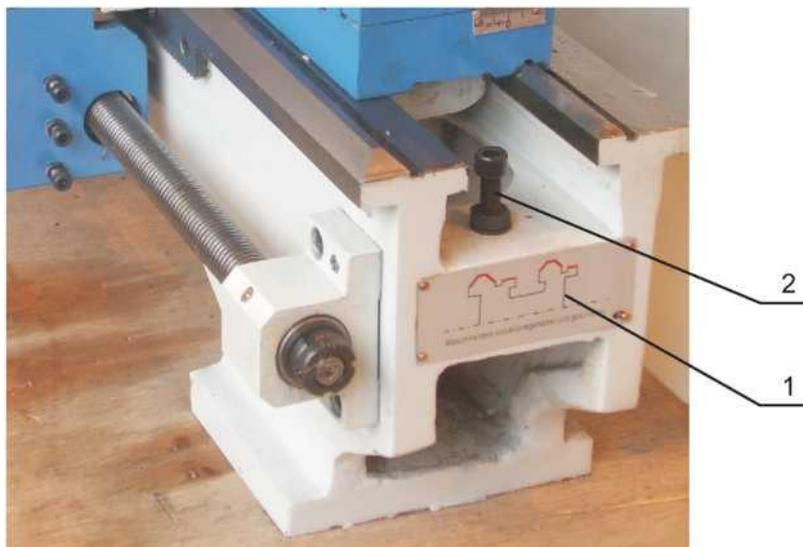

Рисунок 3
Станина станка 1 (рисунок 3) изготовлена из высокопрочного чугуна. Конструкция станины, усиленная поперечными ребрами жесткости, обеспечивает низкую вибрацию и хорошую жесткость. Две продольные V-образные направляющие и две плоские направляющие станины термически обработаны и выполнены с высокой точностью. Это обеспечивает хорошее базирование для перемещения суппорта и соосность задней бабки со шпинделем. Станина является основным элементом для размещения на ней всех остальных узлов станка.
Установите ограничительный винт 2 (рисунок 3), чтобы предотвратить выпадение задней бабки со станины.
8.6 Смазку подшипника правой опоры ходового винта производите ежедневно через смазочное отверстие 6 (рисунок 3) жидкой смазкой.